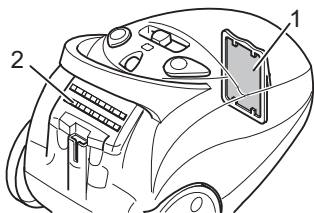

Abb. 23
■ **Motorschutzfilter (Abb. 23/1)** verhindert bei defektem Staubfilterbeutel, dass größere Partikel den Motor zerstören.
■ **Hygiene-Ausblasfilter (Abb. 23/2)** filtert feinste Partikel aus der ausgeblasenen Luft.